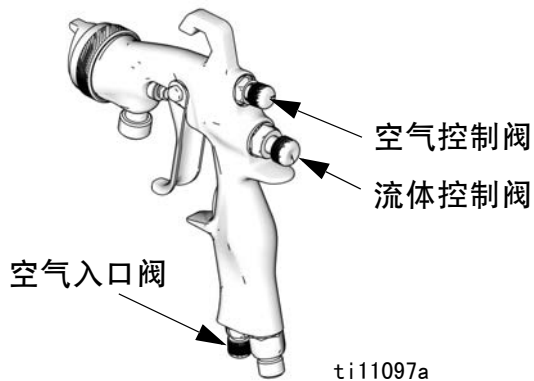

图 3
2. 要达到完整扇形喷型，逆时针转动旋钮到最大，打开空气控制阀。参见图 3。
3. 要产生圆形喷型，顺时针转动空气控制阀到最大，关闭模式空气。参见图 3。